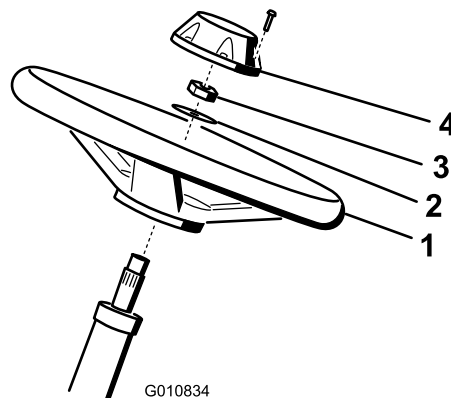

Figure 4
1. Glissez le volant sur l'arbre de direction (Figure 4).
2. Glissez la rondelle sur l'arbre de direction (Figure 4).
3. Fixez le volant sur l'arbre avec un écrou de blocage serré à un couple de 27 à 35 Nm (Figure 4).
4. Fixez le couvre-moyeu au volant avec une vis (Figure 4).